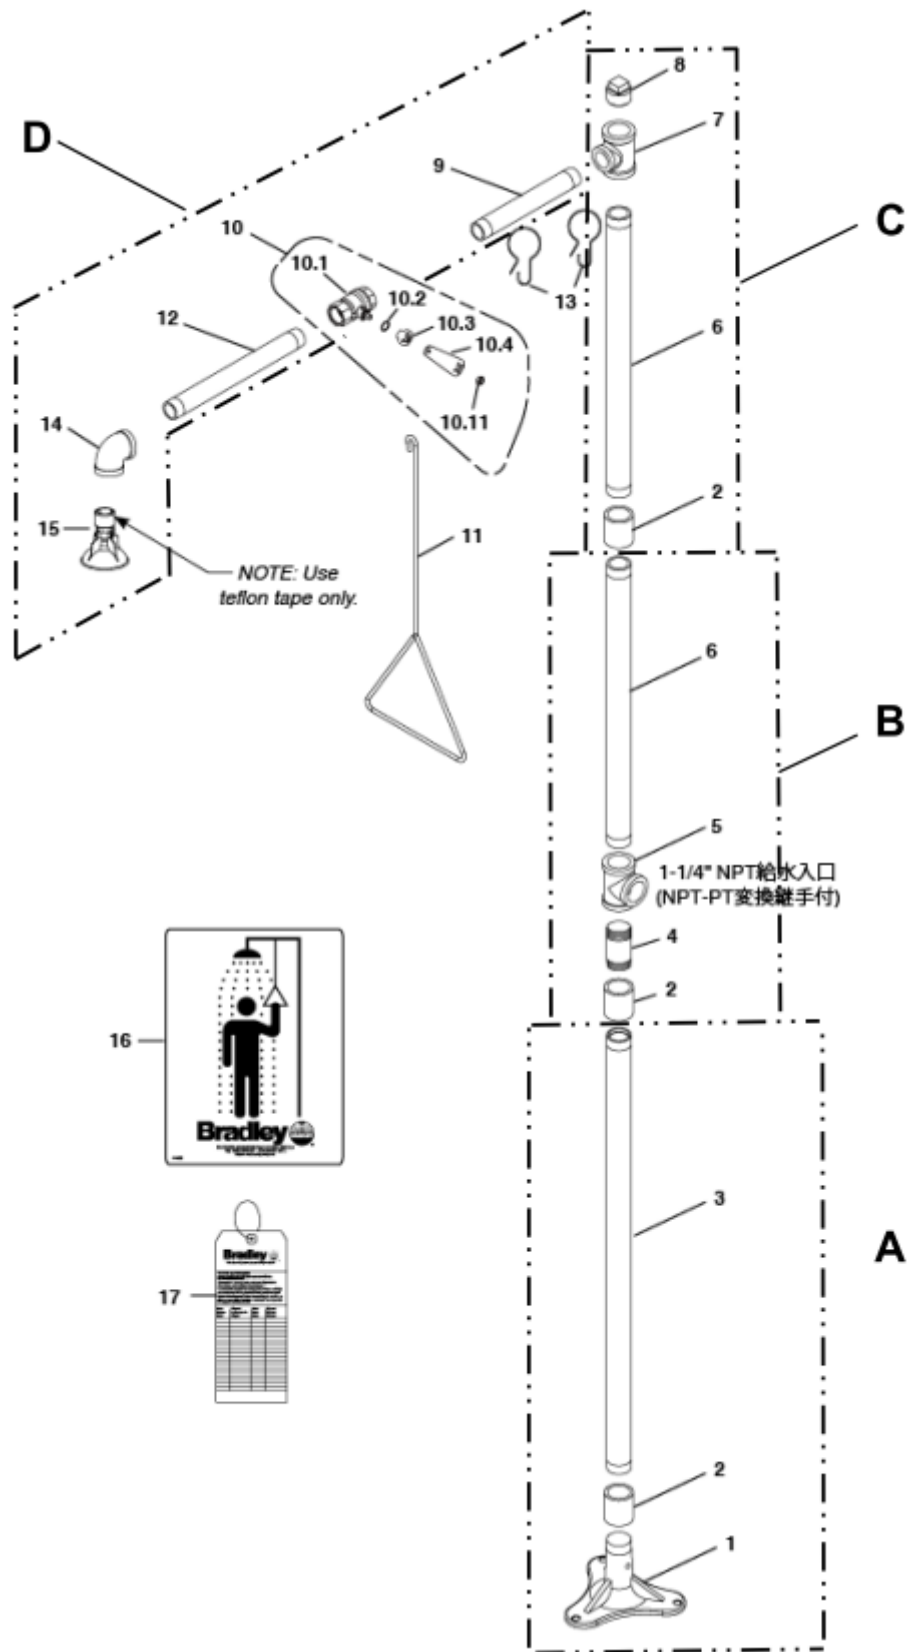

图 3
1. 全部品をボックスの中から取り出し、図3並びに部品リストと照合し、不足がないか確認して下さい。